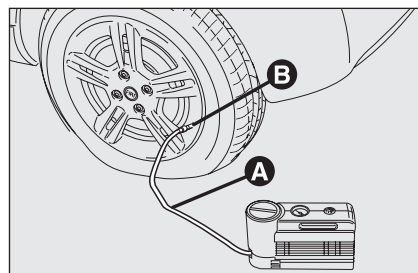

рис. 9
- ☐ Поставьте автомобиль на стояночный тормоз. Снимите колпачок ниппеля шины, выньте наливную трубку **А-рис. 9** и наверните круглую гайку **В** на ниппель шины;